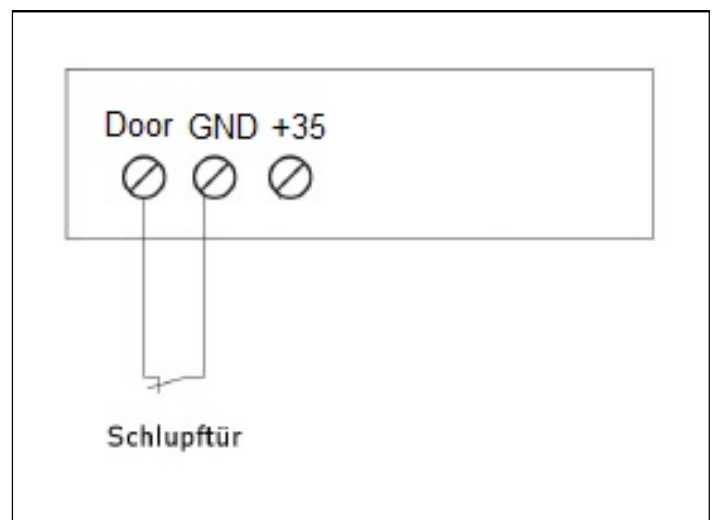

Bild 20
4. Anschluss Schlupftürkontakt – Bild 20